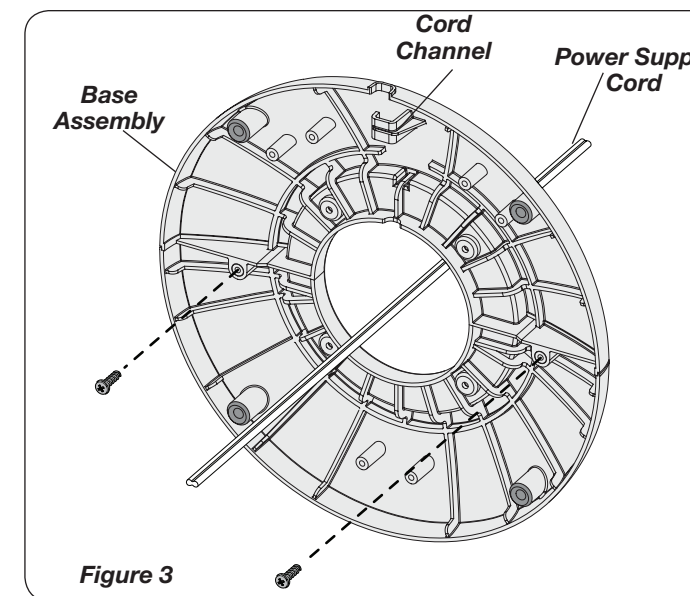

Figure 3
2. Secure the Base halves with (2) M4 X 13mm Screws. Thread the **Power Supply Cord** through the large hole in the **Base Assembly**. **NOTE: The Cord Channel on the bottom of the Base should be towards the back of the Heater.** (Figure 3)
AUTOMATIC TEMPERATURE CONTROL (Figure 3)
2. Fije las mitades de la base con (2) tornillos M4 X 13 mm. Pase el **Cable Eléctrico** por el gran orificio que se encuentra del **Conjunto de la Base**. **NOTA:** El **Canal Para Cable** en la parte inferior de la base debe estar hacia la parte posterior del Calentador. (Figure 3)